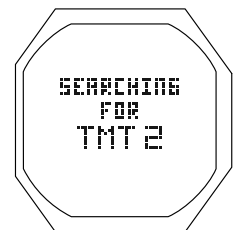

Fig. 113A - BÚSQUEDA DE TMT
- > Luego de 2 segundos, aparecerá una pantalla de búsqueda de TMT (Fig. 113A) durante 10 segundos. Luego, volverá a la pantalla principal con el nuevo TMT seleccionado.